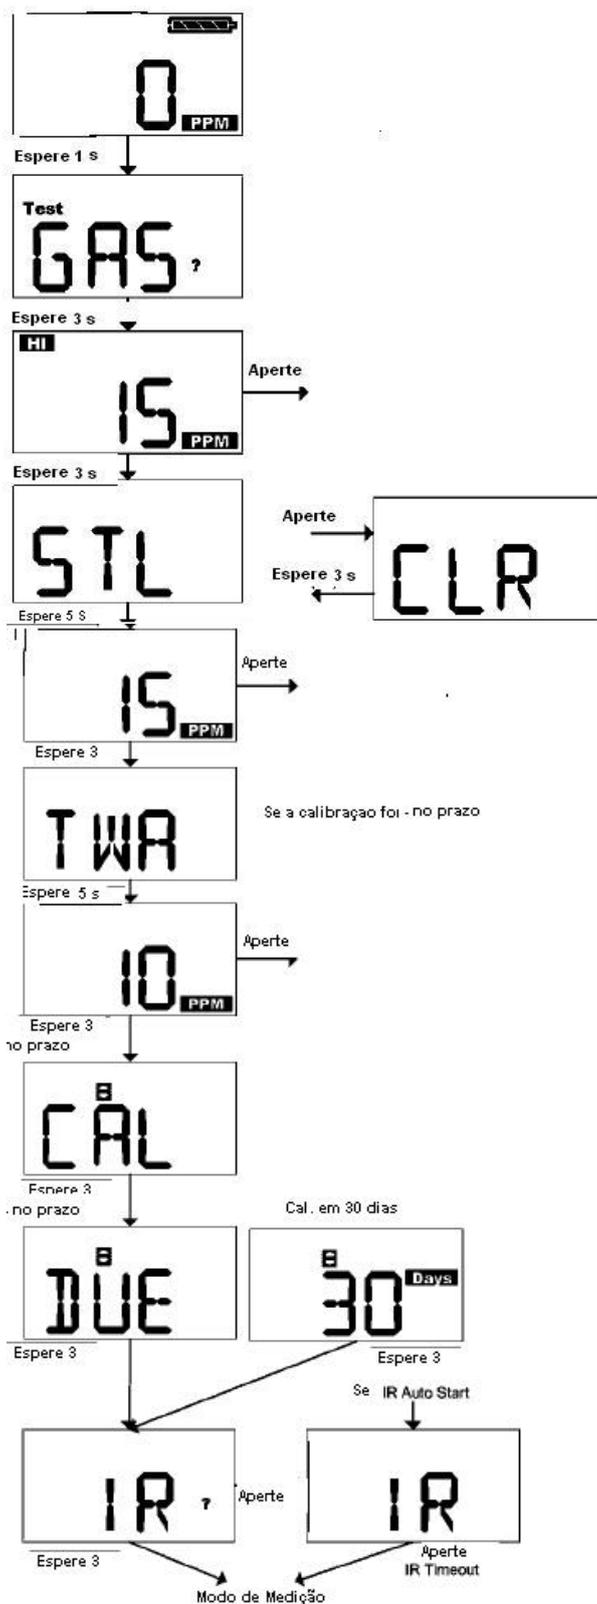

Figura 2-5. Acessando as Páginas do Altair Pro (não se aplica à versão para Usinas Siderúrgicas)
- 6) Modo de Infravermelho (IR):
- Se a comunicação de infravermelho (IR) não for detectada por três minutos ou se o botão TEST for apertado, o instrumento sairá desse modo.
- Veja a Figura 2-5 para mais detalhes.